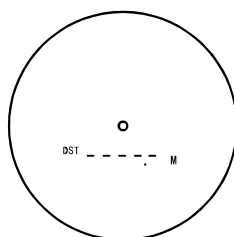

Рисунок 1
- Нажимите кнопку ВКЛЮЧЕНИЯ/ИЗМЕРЕНИЯ для включения или выключения прибора. По умолчанию дальномер начинает работу с режима измерения расстояния (рис. 1).